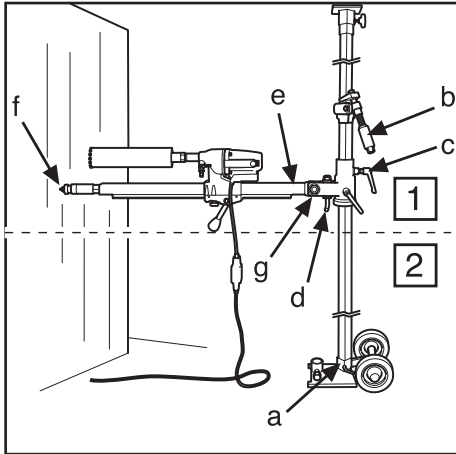
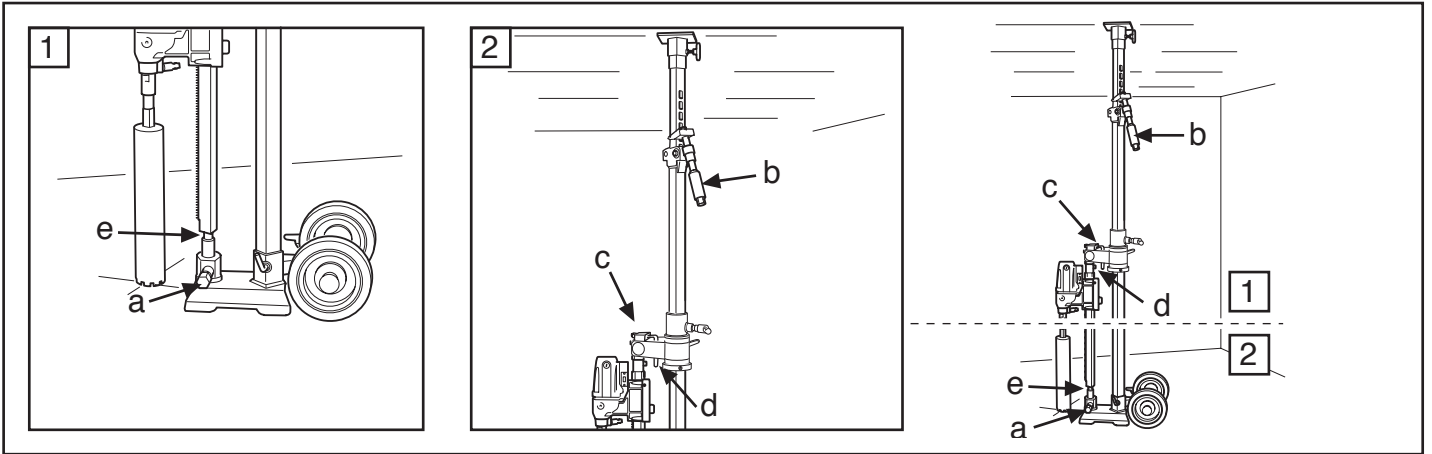

Fig. 6
Fig. 11
1,5 m, o tubo grosso externo deve estar voltado para cima, ou ao contrário se vai ser feita abaixo de 1,5 m. Certifique-se de que a escora está travado na placa base com o parafuso de bloqueio (a) (Fig. 6, 8).
6. Rode a coluna de perfuração com o motor de perfuradora de volta para a posição desejada contra a parede. Afrouxe o manipulador de fixação (Fig. 6, 7) (c).
the heavier outer tube should be turned upwards and vice versa when drilling below 1.5 metres. Check that the support column is clamped in the base plate with the locking bolt (a) (Fig. 6, 8).
6. Then turn back the drill column with the drill motor to desired position against the wall. Lock with the locking handle (Fig 6,7) (c).
- Incline novamente e levante a coluna de perfuração, fixe com o punho em L (d) e a porca (g) (Fig. 6, 7). Para perfuração inclinada, afrouxa-se o punho em L (d) e coloca-se a coluna de perfuração no ângulo desejado, apertando a porca (g) com a chave de 30 mm (Fig. 6, 7).
- Controle a posição da coroa da broca. Enrosque o parafuso de escora (f) (Fig. 6, 10) contra a parede para fixar a coluna de perfuração. Fixe com a porca de segurança de 30 mm (f) (Fig. 6, 10), usando um
- A coluna de perfuração pode rodar 360° e é fixada na posição desejada com uma chave Hallen de 8 mm (e) (Fig. 6, 7).
- Tilt back and fold up the drill column, secure with the L-handle (d) and nut (g) (fig. 6, 7). When angle drilling, loosen the L-handle (d) and the drill column is set at the required angle by tightening the nut (g) using a 30 mm spanner (Fig 6, 7).
- Check the position of the drill bit. Screw in the support column screw (f) (Fig. 6, 10) against the wall to secure the drill column. Secure with the locking nut 30 mm (f) (Fig. 6/10), use a wooden batten or similar
- The drill column can be turned through 360° and locked in respective positions using an 8 mm hex-key (e) (Fig. 6, 7).
1. Monte o suporte segundo as instruções. Perfuração em paredes, veja na páginas 17 e 19. Abata a coluna com o punho em L (d) de forma ao parafuso de escora acertar no casquilho de fixação (a) (Fig. 11).
Aperte a porca de fixação (g) com uma chave de 30 mm (Fig. 6, 7) e o manípulo de fixação (c) (Fig. 6,7).
- Bloqueie o parafuso de escora no casquilho de fixação com o parafuso de fixação (a) e a porca (e), e aperte com chave de 24/30 mm (Fig. 11).
1. Assemble the stand according to the instruction. Drilling in walls, see pages 17, 19. Fold down the drill column with the L-handle (d) so that the support column screw (f) (Fig 6,7) meets the locking sleeve (a) (Fig 11). Tighten the locknut (g) with a 30 mm spanner (Fig 6, 7) and the
lock handle (c) (Fig 6,7).
- Lock the support column screw in the locking sleeve with the locking screw (a) and nut (e), tighten with a 24/30 mm spanner (Fig.11).